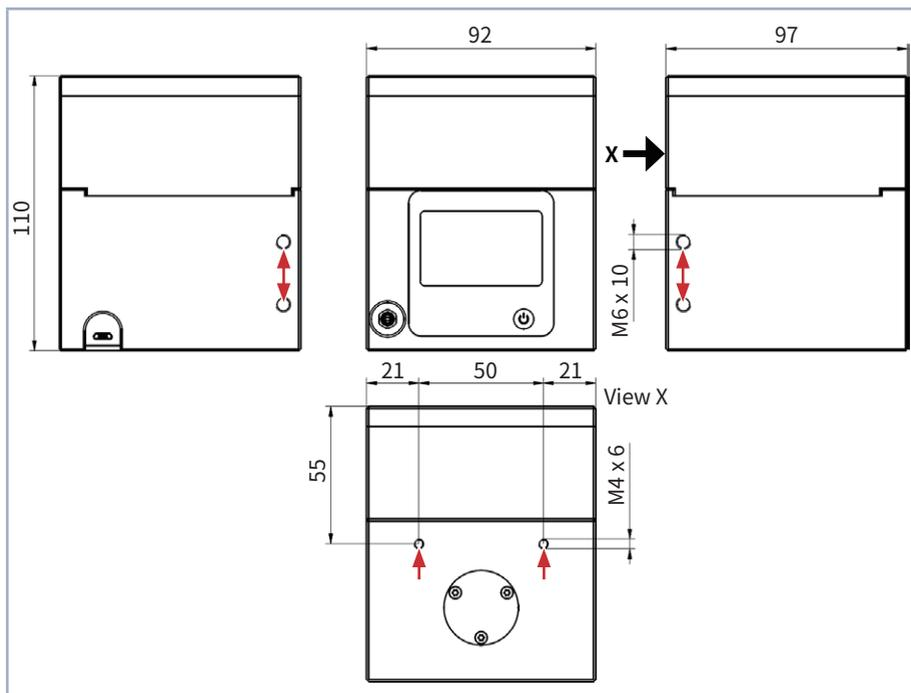

図8.3 Cube L1ハウジングの取り付け穴
2. 17ページ図8.3に示すように、取り付けねじでデバイスを取り付けます。
3. 取り付け穴から取り付けねじを外します (17ページ図8.3を参照)